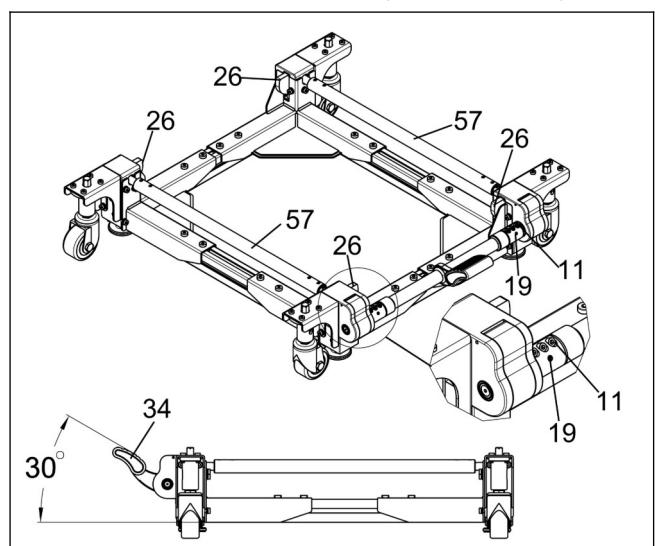

Abb.17
e. Drehen Sie die beiden Kupplungen „57“, um die vier Nocken „26“ bis zum Anschlag nach oben zu drehen; drehen Sie dann das Pedal „34“ in einem Winkel von 30° zum Boden und ziehen Sie die Schrauben „11“ und „19“ fest. (siehe Abb.17)
- b. Betätigen Sie auf das Pedal „34“. Wenn der Abstand zwischen der Unterseite des Pedals „34“ und dem Boden zu gering ist, so dass es unmöglich ist, das Pedal mit dem Fuß anzuheben, lösen Sie bitte die in **Abb. 17** gezeigten Befestigungen „11“ und „20“, drehen Sie dann das Pedal „34“ nach oben in eine geeignete Position und ziehen Sie schließlich die Befestigungen „11“ und „19“ fest. (siehe **Abb.17**)